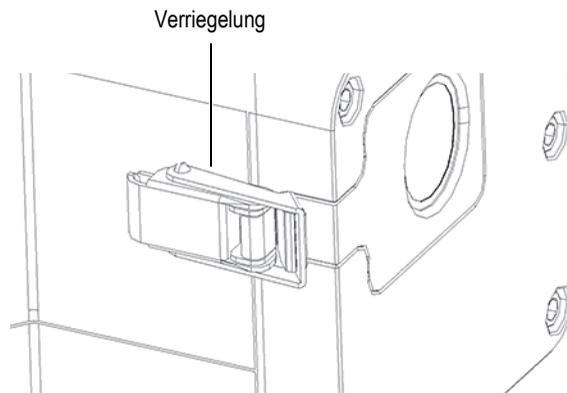

Abbildung 4-1 Verriegelung der Messfensterplatte
2. Die Verriegelung der Messfensterplatte ist an der Vorderseite des Geräts zu finden (Abbildung 4-1 auf Seite 63).